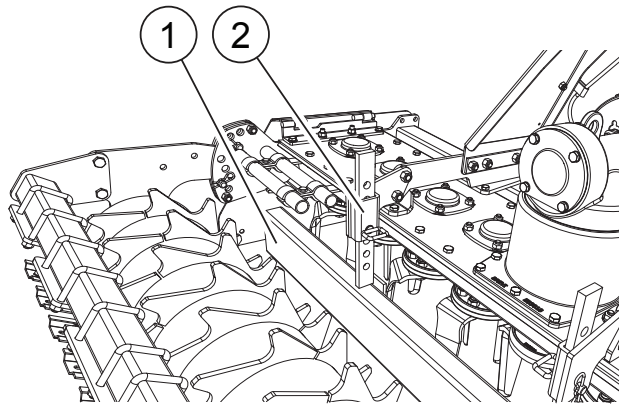

FIG. 24
Die Kreiselegge ist zur Ebnung oder Lockerung des Erdbodens mit einem Nivellierbalken ausgestattet (1, "Fig. 24"), der hinter den Zähnen montiert ist und dessen Höhe sich durch spindel verstellen lässt (2). Es ist ratsam, die Arbeit mit der Planierschiene in hoher Position zu beginnen. Da-